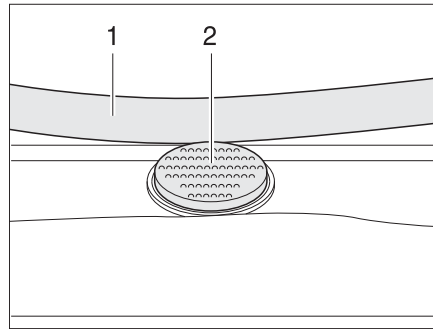

Bild 83 Låsknapp på Heki-takluckan
- Tryck på låsknappen (Bild 83,2) och dra ner bygel (Bild 83,1) med båda händerna.
- Tryck bygel uppåt med båda händerna tills bygel ligger ovanför låsknappen (Bild 83,2).